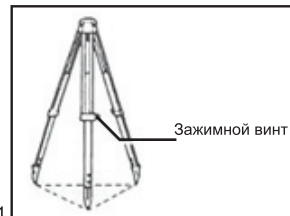

Рис.1
- 1) Развяжите ремень вокруг ножек штатива и освободите зажимные винты. (Рис.1)